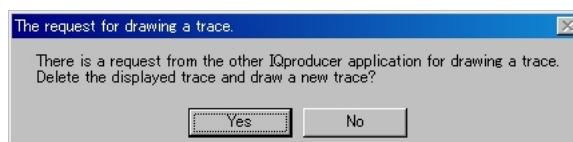

図3.5-4 確認表示
2. [Simulation] メニューの [FFT] をクリックするか、 をクリックすると、図3.5-4 のようなメッセージが表示されます。